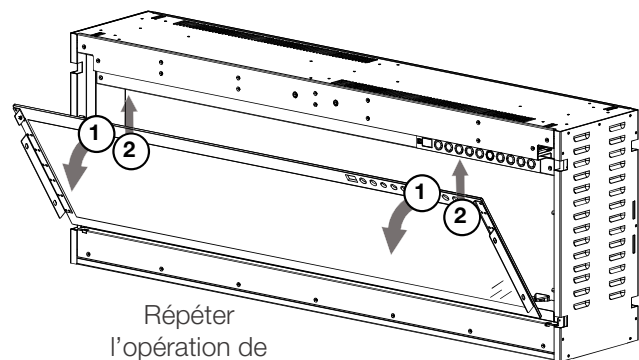

Fig. 4-4
- Se mettre à 2 personnes pour soulever la vitre et la retirer des parois latérales (**Fig. 4-4**). La placer à plat sur une surface douce et non abrasive.